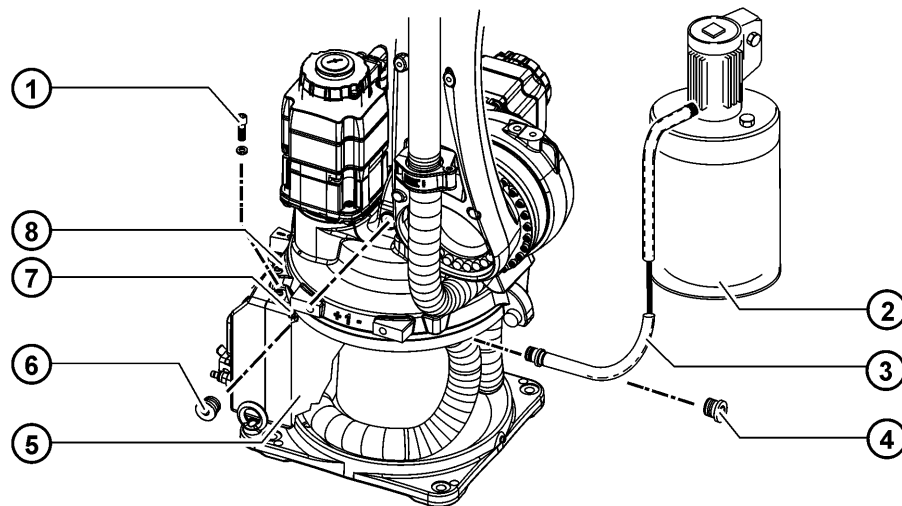

Fig. 9-3: Remplir d'huile pour réducteur A1
1. Raccorder la pompe à huile au flexible de vidange d'huile (>>> Fig. 9-3).